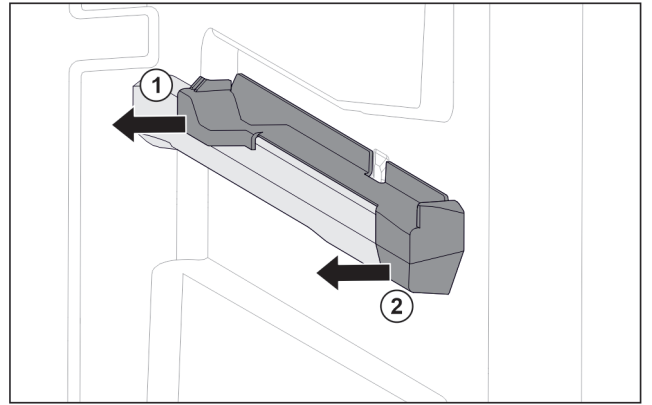

Fig. 127 右侧容器肋梁上的插装件
- ▶ 将插装件后部拉到一侧。 Fig. 127 (1)
- ▶ 将插装件前部拉到一侧。 Fig. 127 (2)